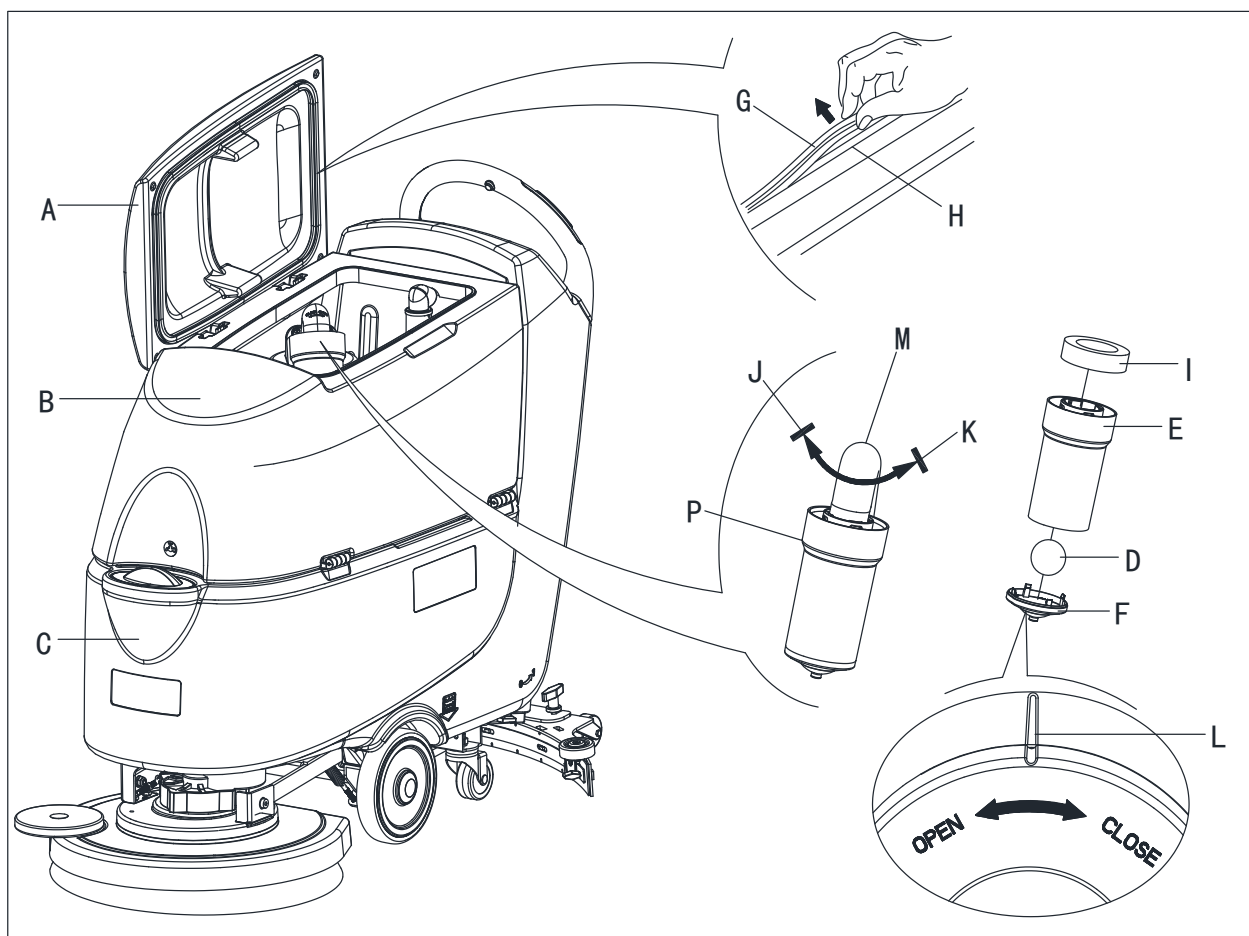

Figure 23
2. Faire en sorte que la machine soit éteinte et que la clé de contact (54) ait été retirée.
3. Tourner le couvercle du réservoir de récupération (A, Figure 23) position de 90 degrés où il peut être retiré du réservoir, puis enlever le filtre à flotteur (P) du réservoir.
4. Nettoyer le couvercle du réservoir récupération (A), le réservoir de récupération (B), réservoir d'eau propre (C) et le cadre de support du filtre à flotteur (E). Vider le réservoir de récupération avec le tuyau de vidange (22).
5. Si nécessaire, suivre les symboles "OPEN" et "CLOSE" comme indiqué sur la (Figure 23) pour ouvrir le couvercle de fond (F) du filtre à flotteur, puis nettoyer le filtre à flotteur (D), le cadre de support du filtre (E) et l'éponge du filtre (I). Après le nettoyage, fixer le filtre à flotteur (D) dans le cadre de support du filtre (E) puis aligner la rainure de marque (L) du capuchon de fond (F) du filtre à flotteur avec la rainure de marque (L) du cadre de support du filtre à flotteur (E). Visser fermement le capuchon de fond du filtre à flotteur, et fixer l'éponge du filtre (I) sur le cadre de support du filtre à flotteur (E). Enfin, le connecter au tuyau d'aspiration des eaux usées (M).
7. Vérifier si la surface de contact du joint d'étanchéité (G) a une intégrité et une étanchéité suffisantes. Si nécessaire, sortir le joint d'étanchéité du réservoir de la rainure (H) et le remplacer. Assembler le nouveau joint d'étanchéité comme indiqué sur la (Figure 23), le joint devrait être ramené dans la zone médiane.
8. Fermer le couvercle du réservoir de récupération (A).